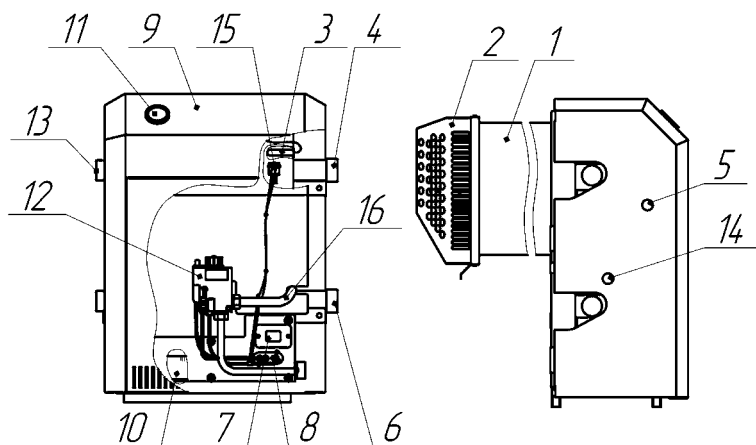

Рис. 1. Устройство изделия
- На задней поверхности котла расположены проушины для крепления котла к стене. На боковых стенках котла расположены патрубки для подключения отопления (см. рис. 1).